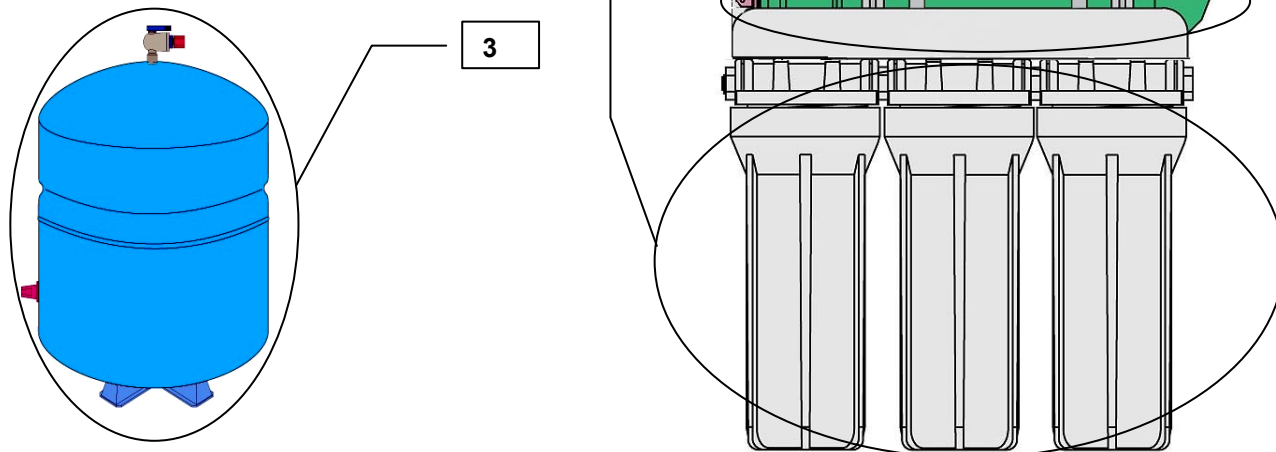

Рисунок 1
1. Блок обратного осмоса в сборе (рис. 1)